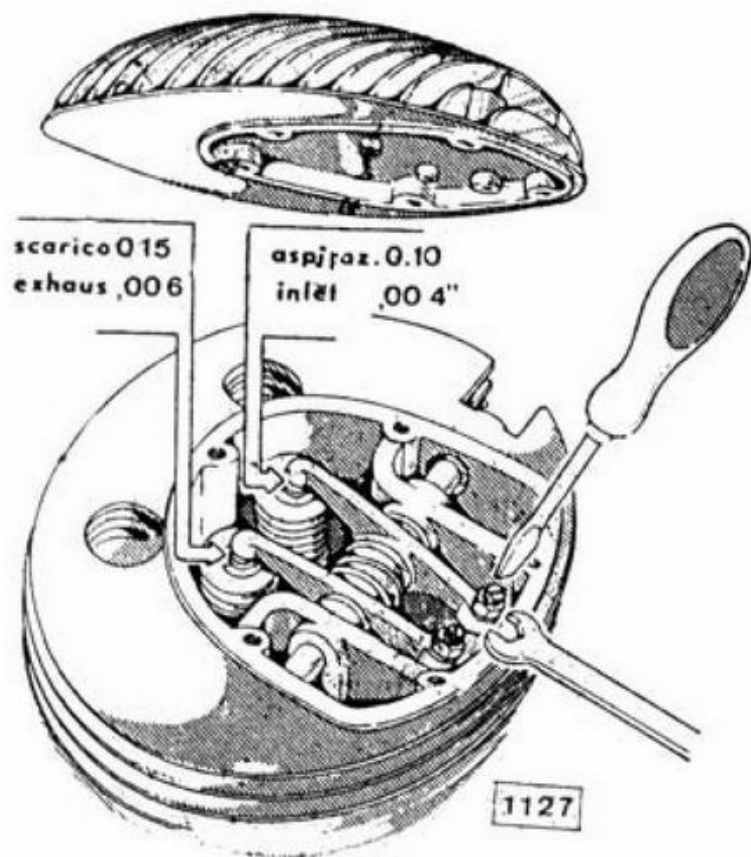

Fig. 14
2. Registrare il gioco tra bilancieri e valvole (vedi fig. 14).